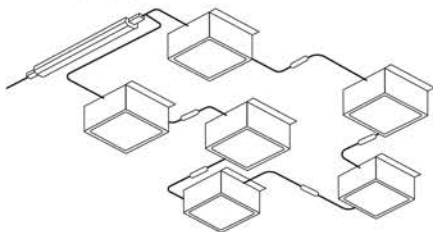

Рис.1.
3.3.2. Этот провод необходимо подключить к проводу источника питания с помощью внешнего клеммника (в комплект не входит) в соответствии со схемой, изображенной на рис.1; модель SPD-646 не имеет вывода провода.